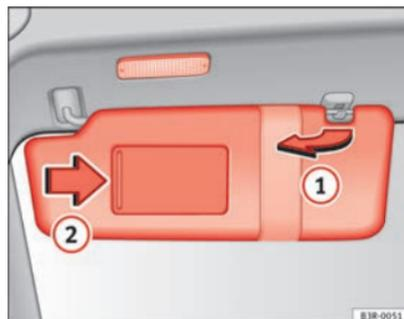

Fig. 97 Parasol
Los parasoles ① para el conductor y el acompañante pueden extraerse de sus fijaciones centrales y girarse hacia las puertas ⇒ fig. 97.